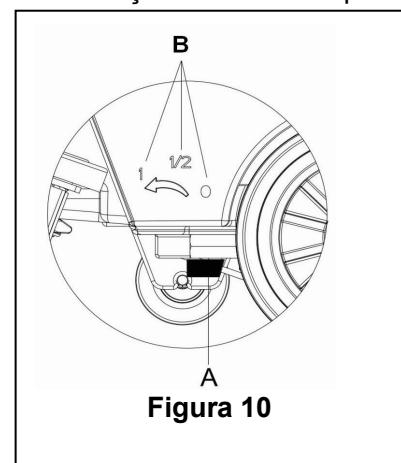

Figura 10
A regulação da alavanca da válvula de bola (A, Figura 10) deve ser realizada quando o interruptor de energia (41) está na posição “O”.
12. O volume do fluxo de água pode ser ajustado através da alavanca da válvula de bola (A, Figura 10) de acordo com a quantidade de água necessária para escovar o chão.
2. Segure o interruptor de segurança (1) (de acordo com a Figura 10), empurre para mover a máquina e inicie a limpeza.